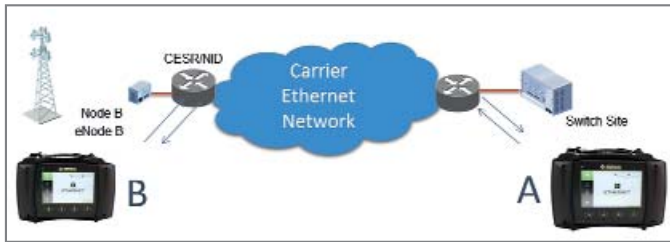

Bild 4: Back-to-Back-Bezugsart
- Alternativ lassen sich zwei Ethernet-Testeinrichtungen an jedem Ende der Verbindung einsetzen, mit denen eine Back-to-Back-Betriebsart (bidirektionaler Rücken-an-Rücken-Betrieb) möglich ist (Bild 4).